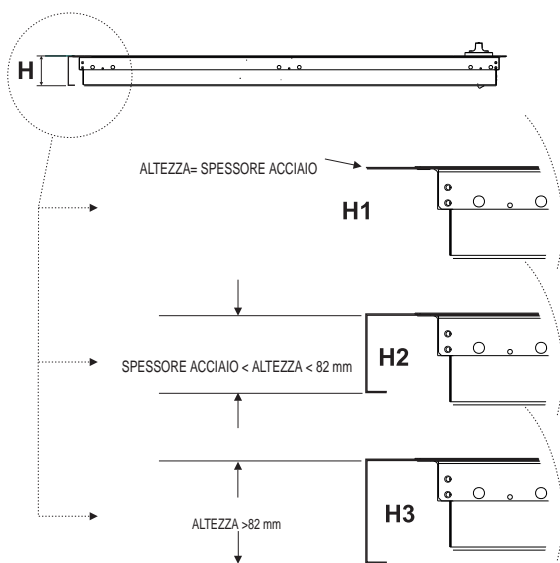

fig.4
-Classe 1: tutti i modelli con altezza del bordo maggiore/ uguale a 82 mm (vedi pagina seguente, fig.4 dettaglio H3).
-Classe 3: tutti i modelli con altezza del bordo inferiore a 82 mm (vedi pagina seguente, fig.4 dettagli H1 e H2).